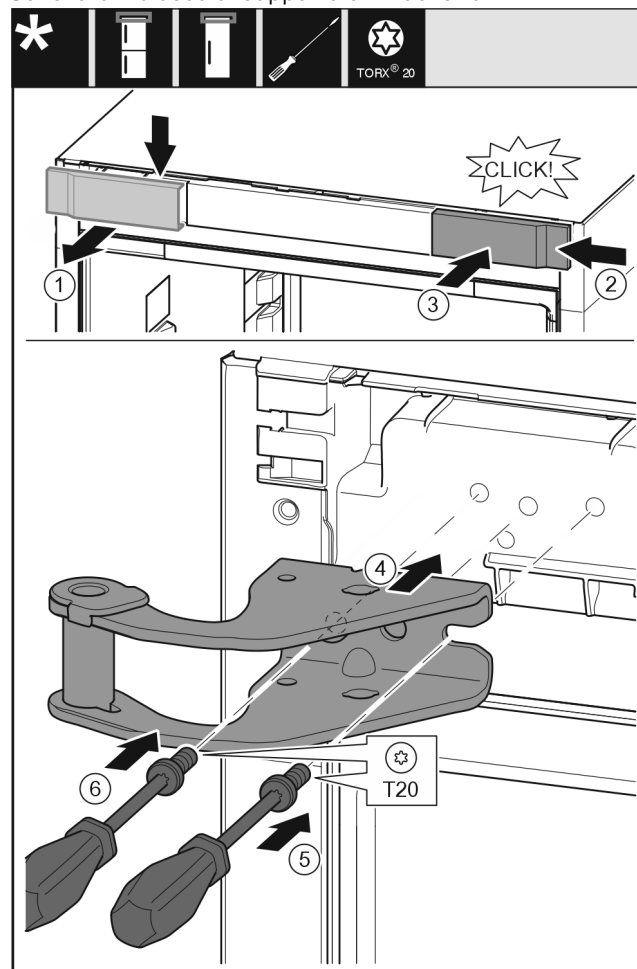

Fig. 15
- Rimuovere la copertura Fig. 15 (1) dall'alto in avanti.
- Agganciare da destra la copertura Fig. 15 (2) ruotata di 180° sull'altro lato.
- Innestare la copertura Fig. 15 (3).
- Applicare il blocco di supporto superiore Fig. 15 (4).
- Applicare la vite Fig. 15 (5) con un cacciavite e serrarla.
- Applicare la vite Fig. 15 (6) con un cacciavite e serrarla.